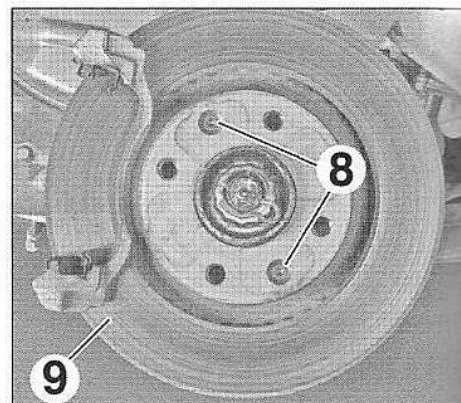

FIG.8
- Déposer (Fig.8) :
- les vis (8),
- le disque de frein (9).